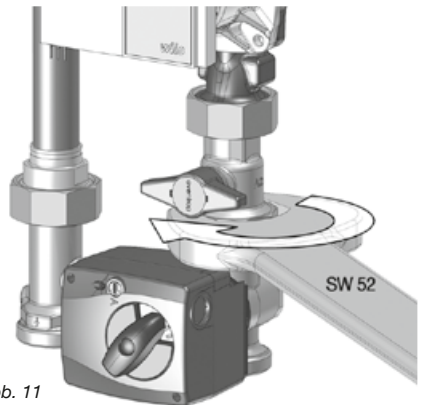

Abb. 11
1. Stellmotor mit der Hand vom Mischhahn abziehen. Gegebenenfalls Schlitzschraubendreher zu Hilfe nehmen und wie in Abbildung 11 beschrieben ansetzen.